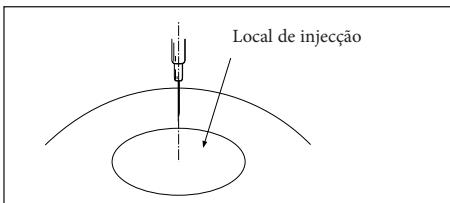

FIGURA 10
- a) Insira uma nova agulha hipodérmica normal, estéril, de calibre 21 (ou inferior), com um bisel de 12°, no local de injeção. Idealmente, a agulha deve entrar perpendicularmente ao topo do local de injeção, conforme apresentado na Figura 10.